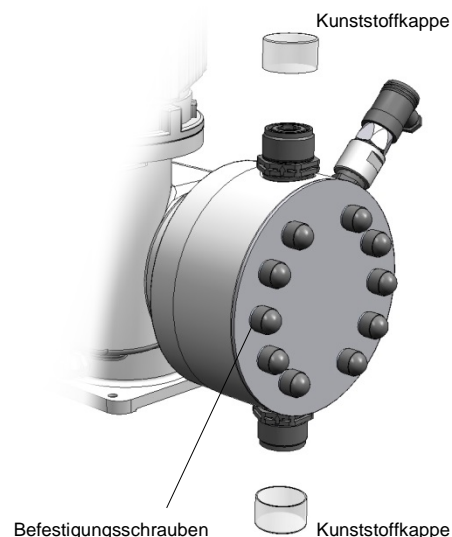

Abb. 15 Mehrlagenmembranpumpe mit Kunststoffkappen
- Vor Anschluss der Leitungen die Kunststoffkappen am Saug- und Druckstutzen der Pumpe entfernen. (siehe Abb. 15)